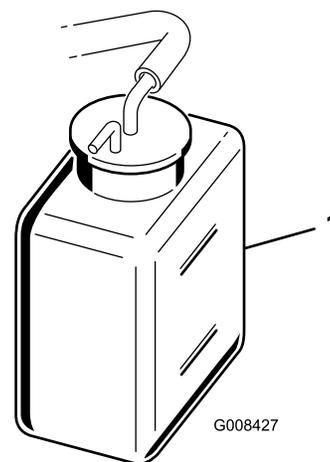

Figura 44
2. Verifique o nível do líquido de arrefecimento (Figura 44).